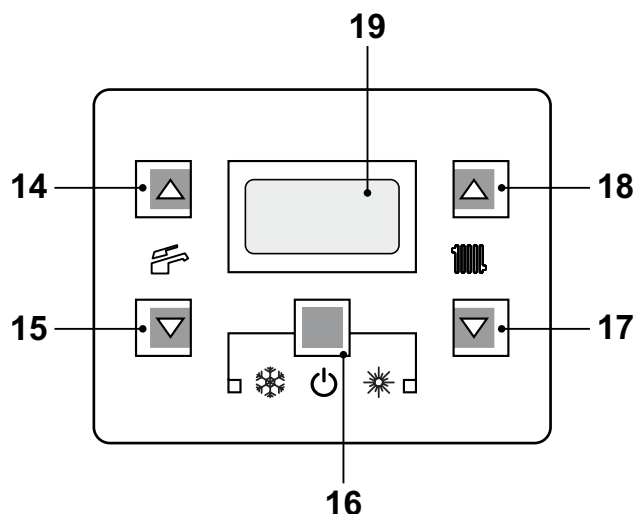
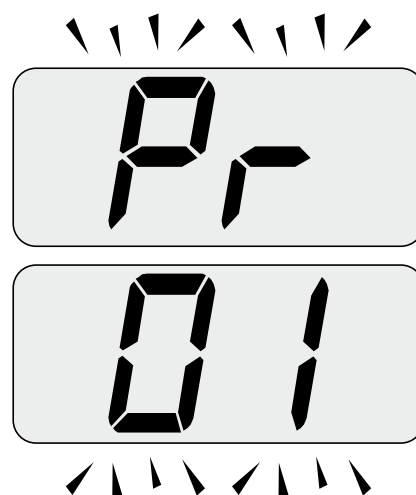

Figura 5.31
Figura 5.32
- Entrare in "modalità programmazione" premendo contemporaneamente per 10 secondi i tasti 16 - 17 - 18 (Figura 5.31 ) fino a far apparire sul display LCD le lettere **Pr** che si alternano con il codice **01**, indicanti l'entrata nel "parametro 01"(Figura 5.32 ).
- Premere contemporaneamente i tasti 16 e 18 (Figura 5.31 ) fino a far apparire sul display LCD il valore del parametro 17 (Figura 5.34 ).
- Premendo il tasto 16 (Figura 5.31 ) si ottiene la conferma del valore inserito.
- Premendo contemporaneamente i tasti 16 e 17 (Figura 5.31 ) si esce senza modificare il valore (ritorno alla lista parametri Figura 5.32 )
- Premendo contemporaneamente per 10 secondi i tasti 16 - 17 - 18 (Figura 5.31 ) si esce dalla "modalità programmazione".